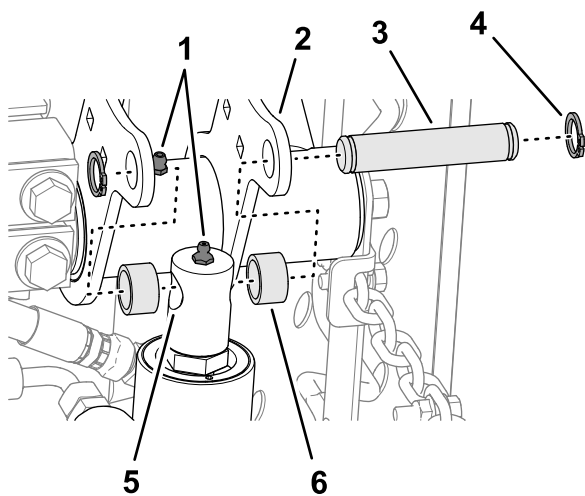

Рисунок 15
4. Медленно переместите шток гидроцилиндра подъема так, чтобы он совместился с отверстиями во фланцах правого подъемного рычага (Рисунок 15).
- Установите шток на фланцы с помощью монтажного штифта, 2 проставок и 2 стопорных колец (Рисунок 15).
- Заправьте консистентной смазкой № 2 на литевой основе масленки на подъемном рычаге и гидроцилиндре (Рисунок 15).
1. Совместите отверстия в пластинах задней несущей рамы с отверстиями в монтажных пластинах режущего блока (**Рисунок 15**).